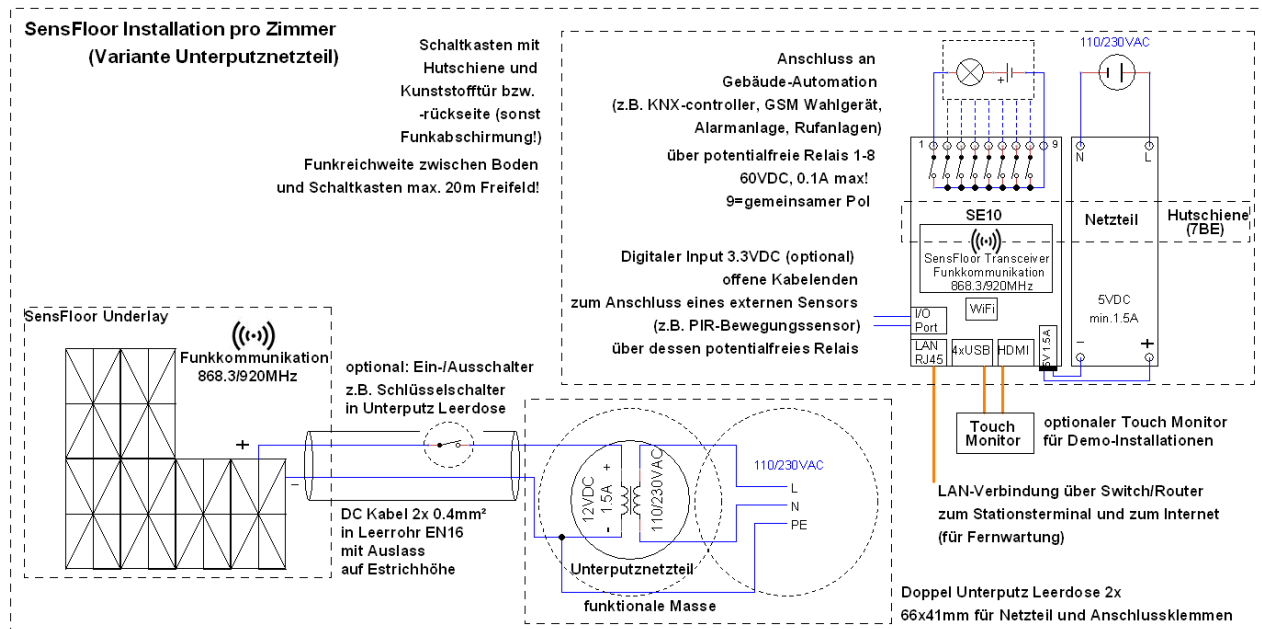
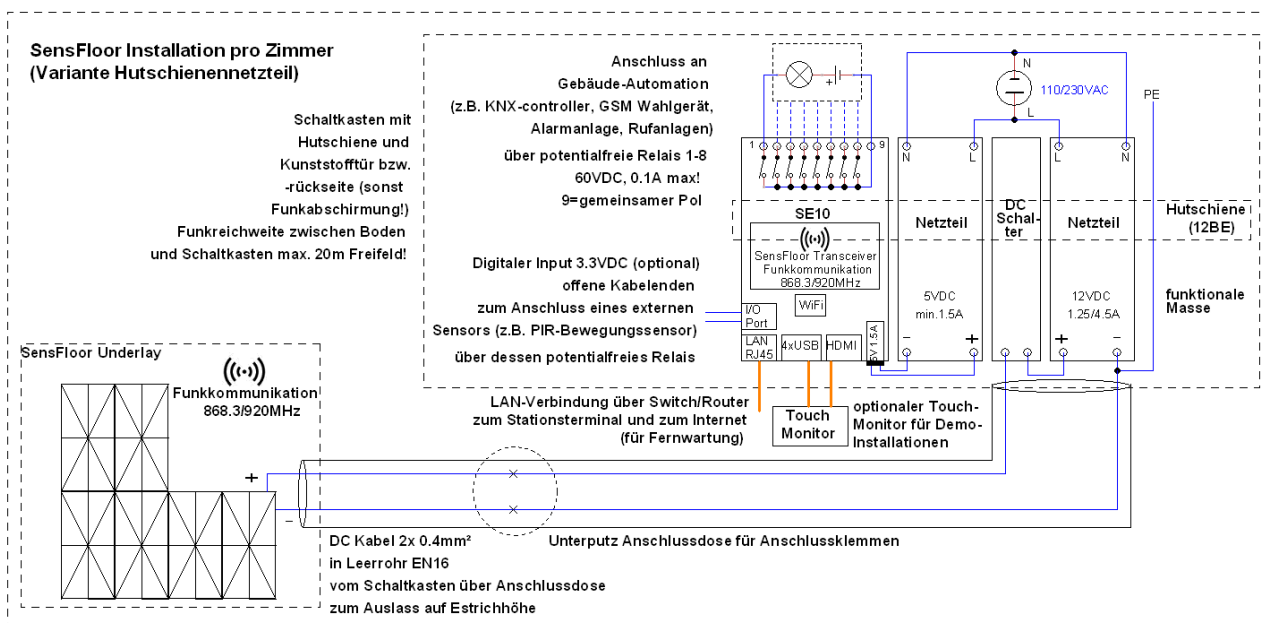

Bild 27: Elektrischer Anschlussplan in der Variante A mit Unterputznetzteil
Bild 28: Elektrischer Anschlussplan in der Variante B mit Hutschiennetzteil
Die Bilder 27 und 28 zeigen den kompletten elektrischen Anschluss für ein Zimmer sowohl in der Variante A mit Unterputznetzteil (Bild 27) als auch in der Variante B mit Hutschiennetzteil (Bild 28). Während pro Wohnung nur ein SensFloor Empfänger im Schaltkasten nötig ist, muss für jedes zusammenhängende SensFloor Underlay (typischerweise ein Zimmer) ein Unterputznetzteil bzw. ein DC-Kabel zum Schaltkasten vorhanden sein.
Wird das Underlay in der Variante B über ein Hutschiene-Netzteil im Schaltkasten betrieben, wird das DC Kabel vom Underlay über die Anschlussdose zum Schaltkasten geführt (Bilder 5 und 28). Dort muss die *Plus*-Ader des DC-Kabels vom Underlay über einen einpoligen Ein/Aus-Schalter zum Netzteil geführt werden. Auch in dieser Variante muss der Schutzleiter (PE) mit der DC-Masse verbunden werden, wie im Schaltplan (Bild 28) abgebildet.